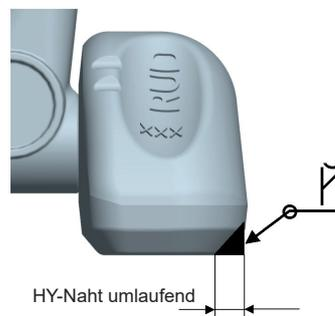

Abb. 2: HY-Naht / HY-weld seam
- 5 Schweißen Sie die Anschweißklötze an (HY-Naht umlaufend). Entnehmen Sie dazu sowohl Nahtart als auch Nahtgröße aus Abb. 2 und Tabelle 1.